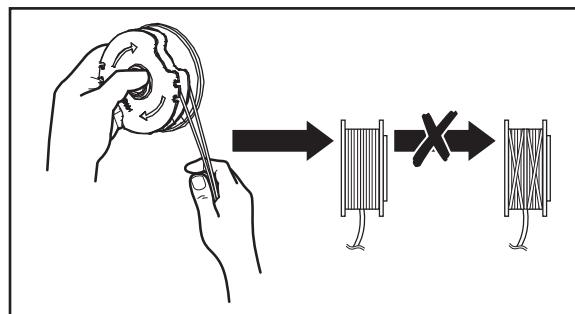

Fig. 26
7. Rulează strâns toate firele de tăiere în jurul bobinei de tăiere (12c), în direcția săgeților de pe aceasta (fig. 26).